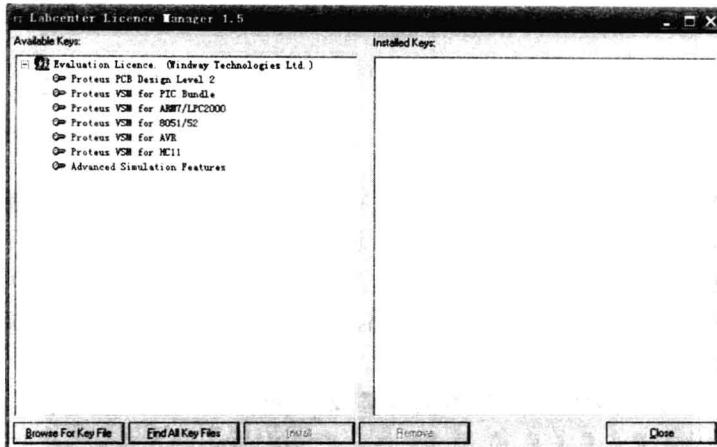
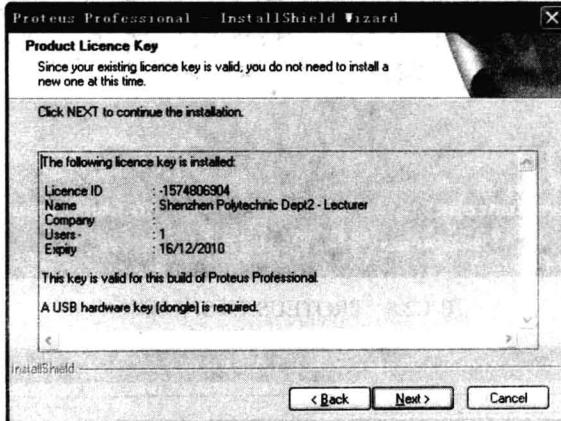

图 1.2.4 PROTEUS 的 Licence Key 安装
图 1.2.5 Licence Key 安装完成后界面图
(2) 点击 Next 进入 Labcenter Licence Manager 1.5 窗口进行 Licence Key 的安装, 如图 1.2.4 所示。点击 Browse For Key File 寻找 Licence Key(此 Licence Key 位于光盘对应的 Licence Key 文件夹下), 选中对应的 Licence Key, 单击 Install, 若 Licence Key 显示于右边视窗中, 表示 Licence Key 安装完毕。点击 Close, 系统弹出如图 1.2.5 所示的对话框, 显示该 Licence Key 的相关信息。